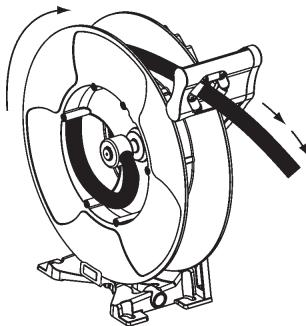

Fig. 11
- Tirer le flexible de 3 mètres et bloquer le tambour au moyen du cliquet (fig. 11).